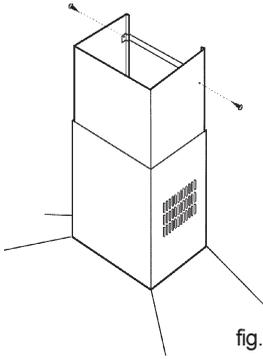

fig.12
6. Soulevez la cheminée supérieure jusqu'au plafond et fixez-la au support à l'aide des 2 vis (fig. 12).